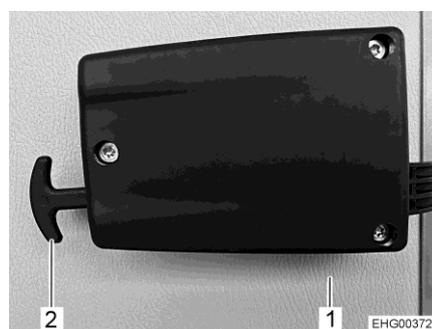

Bild 58 Notentriegelung Garagenklappe
- An beiden Griffen der Notentriegelung (Bild 58,2) ziehen.
- Garagenklappe (Bild 58,1) nach außen drücken.